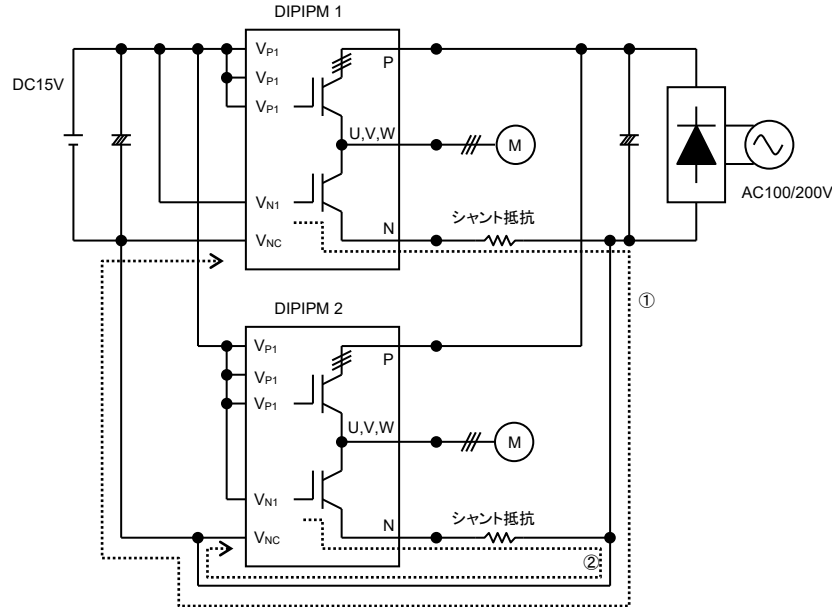

図 3-1-14 並列動作
図 3-1-14 に DIIPM を 2 台並列接続した場合の回路例を示します。DIIPM の下アーム IGBT のゲートチャージは、DIIPM 1 では①の経路、DIIPM 2 では②の経路で行われます。この経路が長くなりますと、配線インダクタンスも大きくなりますのでスイッチング動作に影響を与える可能性があります。(上アームのブートストラップコンデンサの充電にも影響を与える可能性があります。) また、ノイズの影響を受け易く誤動作の要因となります。並列数が多ければ多いほど、この GND パターンは長くなりますので、GND 電位の変動による他の回路への影響(電源、保護回路動作等)も考えられますので推奨いたしません。電気的には、動作可能と考えますが、上記項目に注意し評価検討をお願いします。